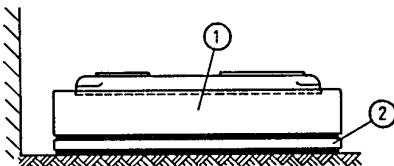

Abb. 4.6a Geräuschdämpfende Aufstellung
Eine Schallminderung (Abb. 4.6a) kann durch Isolierung des Fundamentes (1) vom Fußboden mittels einer geeigneten Dämmplatte (2) und durch Einsatz von geeigneten Kompensatoren zwischen Rohrleitung und Pumpe erreicht werden. Das Fundament (1) darf keine festen Verbindungen mit dem Boden oder den Wänden aufweisen.